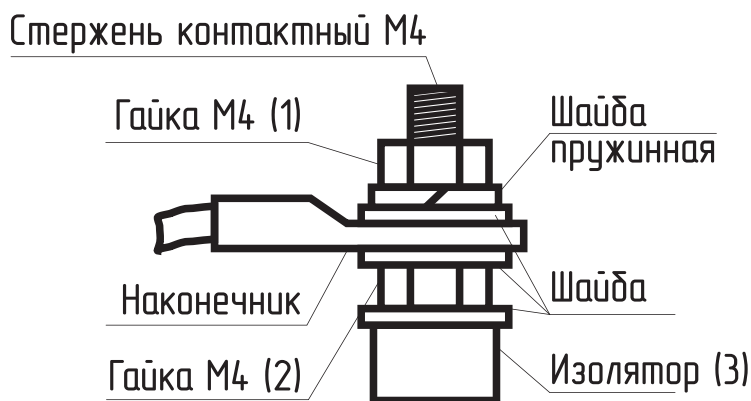

Рис.22 Присоединение проводов к выводам блок ТЭН
- Гаек на контактных стержнях ТЭН с усилием 1,8 Нм (см. **Рис.22**);
- при замене блок ТЭН присоединение фазных проводов к выводам блок ТЭН производить согласно **Рис.22**. Сечение кабеля указано в **таблице 7**;